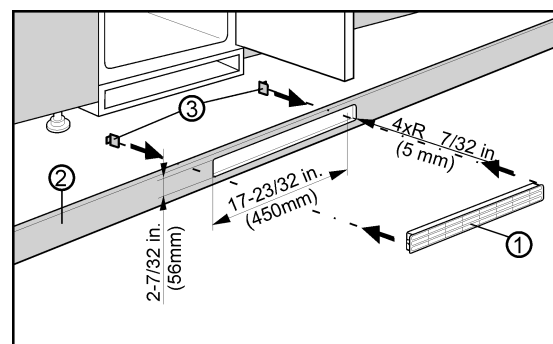

Fig. 3
La ventilation par le bas à partir du sol du meuble de cuisine peut être effectuée par la grille d'aération Fig. 3 (3) livrée ou par une ouverture de ventilation de surface de section d'au moins 31 pouces² (200 cm²). Si vous avez recours à la grille d'aération Fig. 3 (3) ci-jointe, suivez les étapes suivantes :
- ▶ Introduire la grille d'aération *Fig. 3 (3)* dans l'ouverture du plancher du meuble de cuisine *Fig. 3 (1)*.
- ▶ Introduire les contacts à ressort *Fig. 3 (2)* par l'arrière de la grille jusqu'à ce que le crochet touche le plancher du meuble de cuisine.